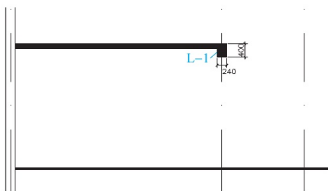

图 4.92 填充楼板并绘制梁 L-1
(4) 绘制梁 L-1: 将当前层换成【梁柱】图层, 按照图 4.92 所给的尺寸绘制梁 L-1, 并用【填充】命令填充楼板和梁 L-1, 填充图案为【其他预定义】中的 SOLID 样式, 同时用【多段线】命令编辑, 将地面线加粗为 80mm, 结果如图 4.92 所示。